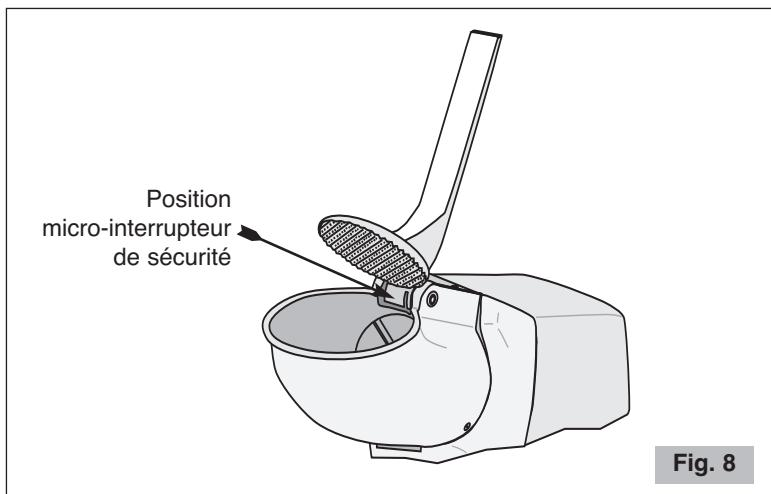

Fig. 8
N.B. : La poignée avec le couvercle presse-glace est munie de micro-interrupteur de sécurité qui arrête le moteur quand la poignée est levée (Fig. 8). Le fait de lever la poignée pour ajouter des glaçons dans la bouche d'alimentation provoque donc l'arrêt du moteur sans provoquer cependant l'arrêt complet de l'appareil. En rebaisant la poignée, le moteur se met en marche.